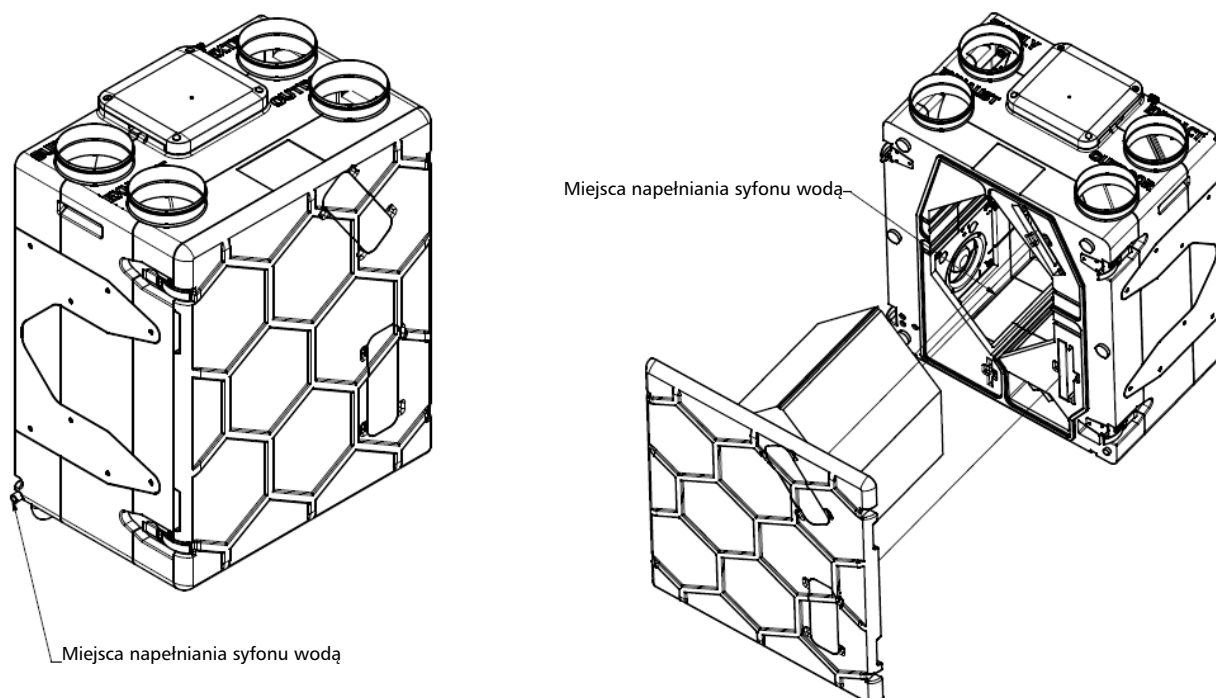

Rys. 14 – Elastyczny przewód przytwierdzony do płytki syfonu
- Za pomocą dostarczonych opasek przytwierdź elastyczny przewód do syfonu, zgodnie z Rys. 14.